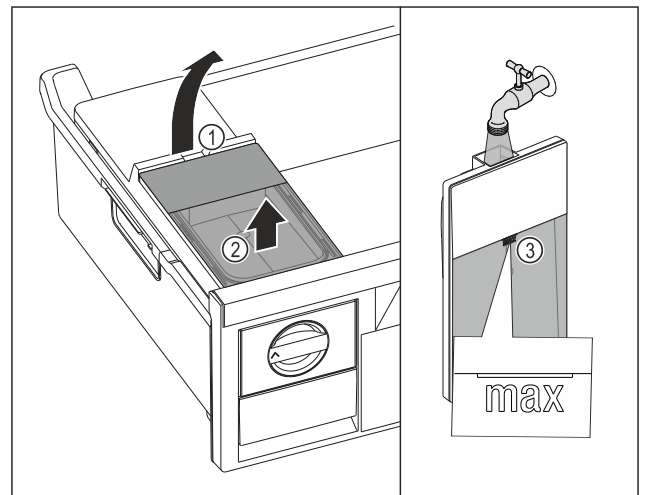

Fig. 98
- ▶ Løft vannbeholderen ved utsporingen Fig. 98 (1).
- ▶ Løft vannbeholderen ut av skuffen. Fig. 98 (2)
- ▶ Fyll vanntanken med vann opp til markeringen Fig. 98 (3).